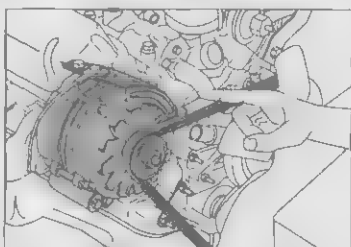

Рис. 14.16 Проверьте натяжение ремня после 15 минут работы двигателя, а затем после 100 км пробега
6. Заведите двигатель на 15 минут и погоняйте его на разных оборотах, затем выключите двигатель и проверьте натяжение ремня еще раз (рис. 14.16). Примерно после 100 км пробега проверьте натяжение ремня еще раз.